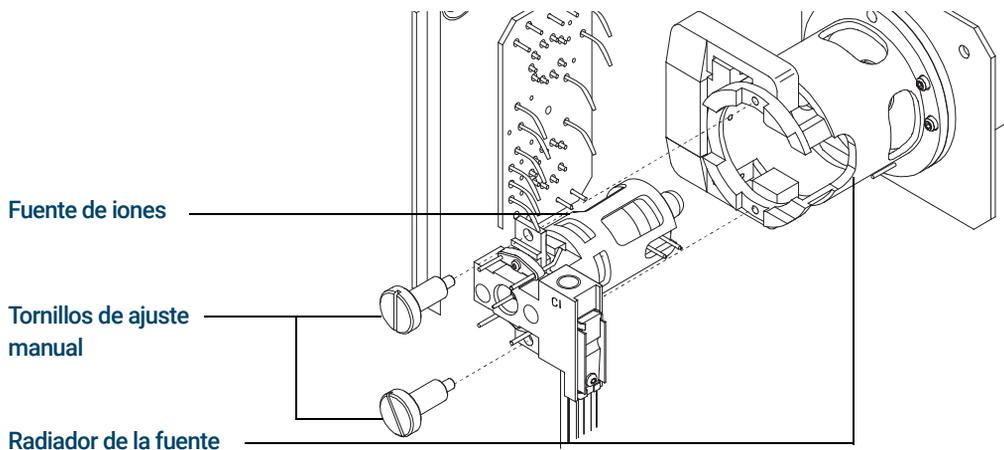

Figura 79. Instalación de la fuente CI
- 4 Coloque los tornillos de ajuste. (Consulte la **Figura 79**).